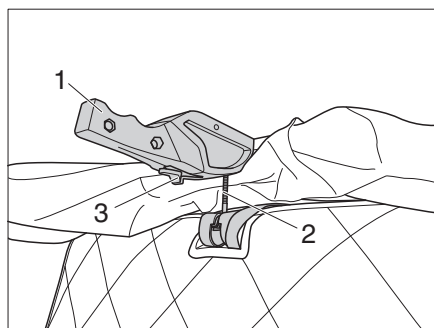

Fig. 5 Sbloccaggio dei bloccaggi
- Spingere la leva di sicurezza (Fig. 5,3) in avanti e contemporaneamente abbassare il bloccaggio (Fig. 5,1) a sinistra e a destra.
- Estrarre il bullone (Fig. 5,2) dalla presa di bloccaggio.